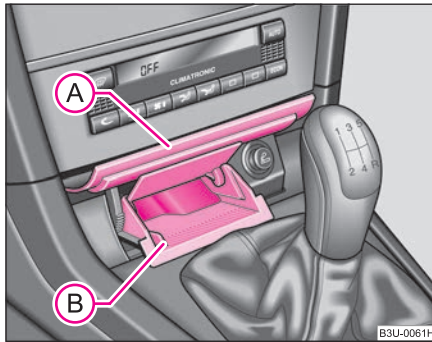

Fig. 88 Consola centrală: Scrumiera deschisă
- Apăsați pe partea inferioară a capacului scrumierei - vezi poziția **A** ⇒ fig. 88.
- Prindeți scrumiera **B** ⇒ fig. 88 de părțile laterale și scoateți-o.